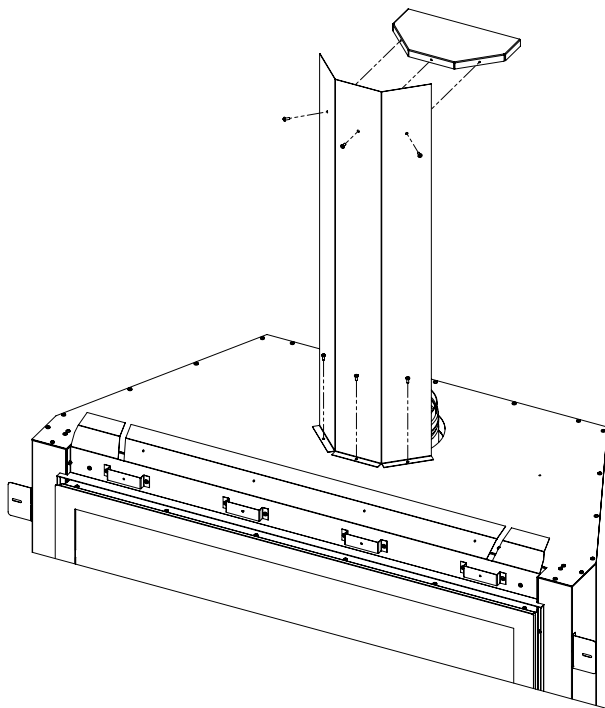

Figure 41: Boucliers D'évent
Toutes les configurations d'aération nécessitent l'installation de la ventilation verticale de l'écran thermique. Déposer les trois (3) T-20 à partir de leurs emplacements respectifs et utiliser pour fixer la protection en position (voir Figure 41).
L'évent horizontal protection thermique est nécessaire uniquement pour les configurations d'élévation verticale minimale. Utiliser trois (3) T-20 fourni pour le fixer à l'écran thermique d'aération verticale (voir Figure 41).